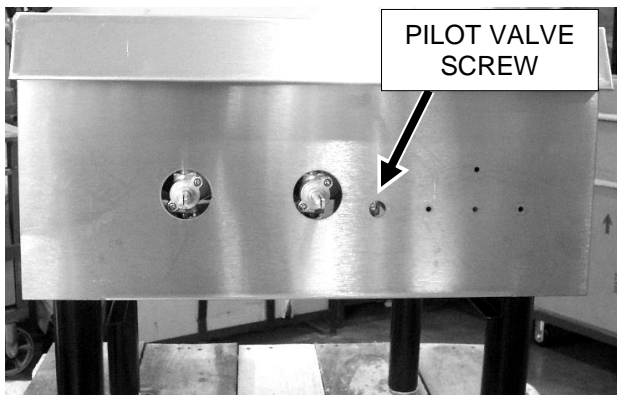
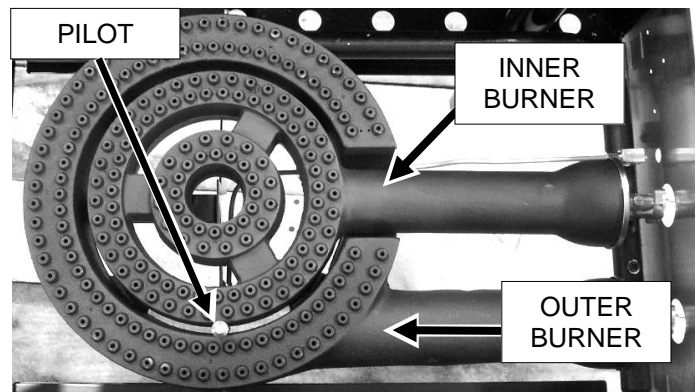

Fig. 5
Fig. 6
The burner is in two sections, controlled by two heavy duty infinite control valves. The center "Star" section (Fig. 6) is on separate burner with an input of 55,000 BTU/hr. It is controlled by the right burner valve knob. The outer circle of the burner (Fig. 6) is the other separate 55,000 BTU/hr input burner, controlled by the left burner valve knob.
3. Light standing pilot with a lit taper (see Fig 6). Adjust pilot to $\frac{1}{4}$ " high flame, if necessary, by turning pilot valve adjusting screw (see Fig. 5) counterclockwise to increase or clockwise to decrease flame.
3. Allumer la veilleuse permanente en utilisant une bougie conique (Fig. 6). Régler la veilleuse à une hauteur de flamme de 6 mm (1/4 po), si nécessaire, en tournant la vis de réglage du robinet de veilleuse (Fig. 5) dans le sens inverse des aiguilles d'une montre pour augmenter la flamme ou dans le sens des aiguilles d'une montre pour la réduire.
Le brûleur est en deux sections, commandé par deux robinets de commande à service intense, à réglage infini. La section centrale « Star » (Fig. 6) est sur un brûleur séparé qui fournit un débit de 55 000 BTU/h. Il est contrôlé par le bouton de robinet du brûleur droit. Le cercle extérieur du brûleur (Fig. 6) est l'autre brûleur séparé qui fournit un débit de 55 000 BTU/h, commandé par le bouton de robinet du brûleur gauche.